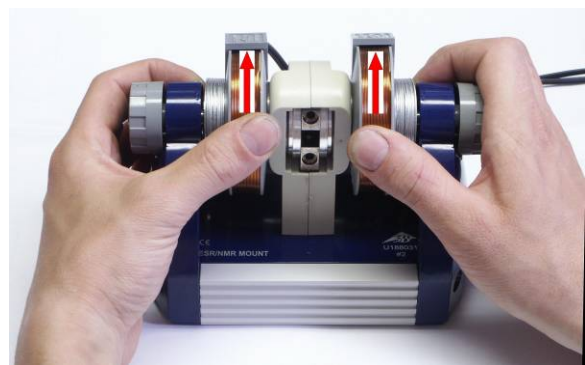

Fig. 10 Magneten verschieben
7.5.3 Rändelschrauben leicht lösen und die Magnete 1 bis 2 mm aus der Endlage heraus bewegen. Dazu mit den Daumen die beiden Spulen nach hinten drücken und mit den Fingern an der Basiseinheit abstützen (Fig. 10). Rändelschrauben unter Beobachtung des Peaks festziehen.